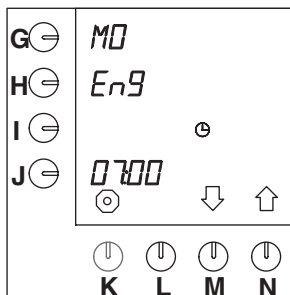

Fig. 30 Taalinstelling
- Na 10 seconden verschijnt knipperend de standaard instelling “EnG” naast de programmeertoets (fig. 30).